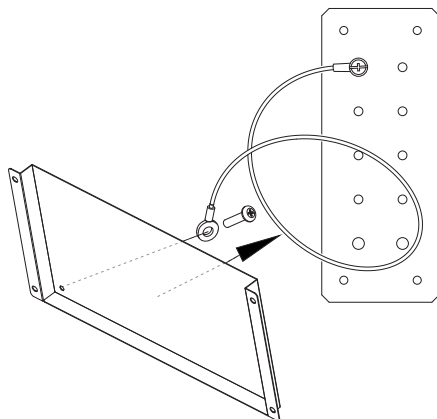

Fig. 5.3
**Attenzione.** Prima di estrarre il pannello, scollegare il cavo di messa a terra svitando l'apposita vite M5 interna (Fig. 5.3). Mantenere collegato invece il capo sulla piastra all'interno del rack.